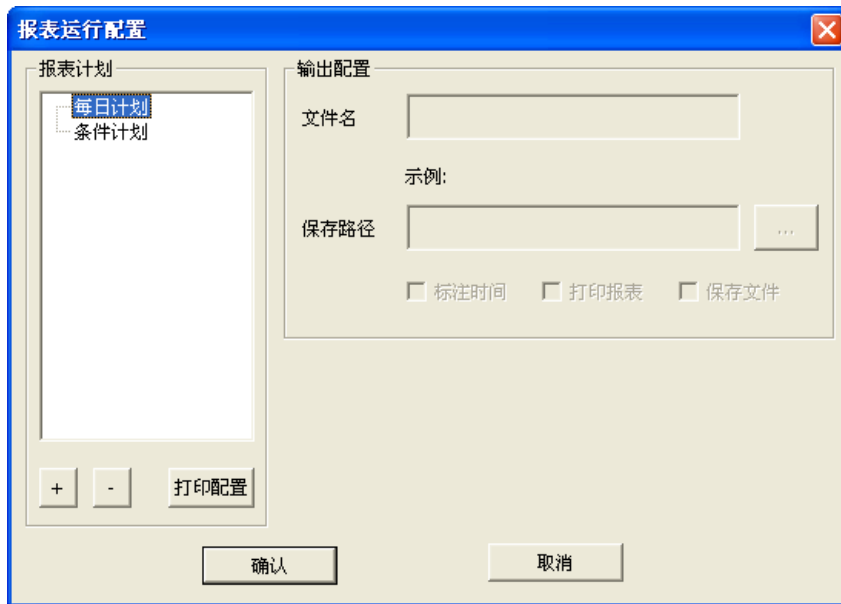

图 3-26 报表运行配置界面
打开软件中的工程管理器模块，在工程管理器的工具条中选择“”按钮，在下拉菜单中点击“配置”菜单，弹出“报表运行配置”对话框，如图 3-26 所示。在此窗口中可以对报表的定时打印计划进行新建、编辑、删除、查看等操作。
在“报表定时打印配置”中，可以对创建的计划进行删除操作，选中需要删除的报表计划，右键点击“删除任务”菜单或点击按钮“-”，如上图 3-26 所示，进行报表计划的删除操作，点击删除后，会有一个是否确定需要删除此项任务的对话框，如图 3-34 所示。确定需要删除，点击“是 (Y)”按钮，不想删除此项任务，则点击“否 (N)”按钮，进行取消删除操作。